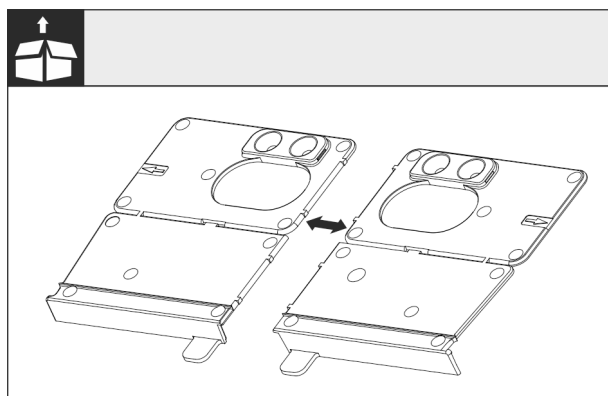

Fig. 27
- Разделете по перфорацията монтажните винкели на пода Fig. 27 0.